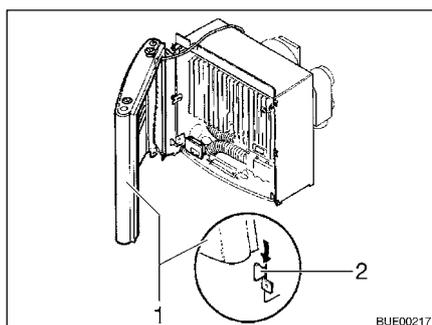

Fig. 117 Revestimiento de la calefacción, orejetas de sujeción
- Montar el revestimiento de la calefacción. Para ello situar el revestimiento (Fig. 117,1) en las orejetas de sujeción inferiores (Fig. 117,2).